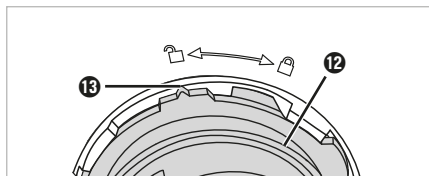

Fig. 6
- 2) Scoateți capacul ②: pentru aceasta, apăsați butonul de deblocare ⑰ și scoateți capacul ② prin ridicarea mânerului ③.
- 3) Rotiți sistemul de fixare a discurilor pentru forme ⑭ în sens orar în direcția simbolului  și scoateți-l.
- 4) Scoateți discul pentru forme ⑧.
- 5) Scoateți placa din față ⑱. Trageți în acest scop recipientul pentru aluat ⑮ puțin în față din baza aparatului până când placa din față ⑱ se poate scoate din recipientul pentru aluat ⑮.
- 6) Rotiți suportul ⑫ în sens antiorar până când marcajul ⑬ de pe suport ⑫ este orientat spre simbolul  de pe recipientul pentru aluat ⑮ (fig. 6). Îndepărtați suportul ⑫ împreună cu melcul ⑩.